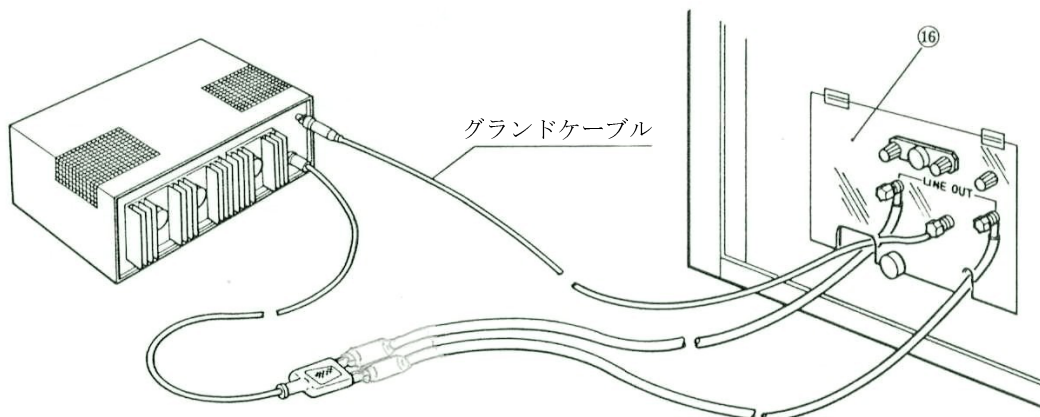
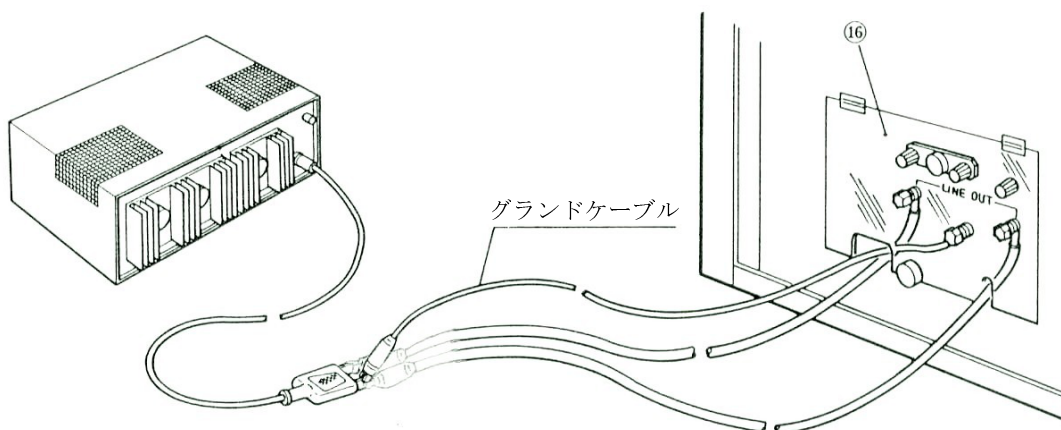

図 15
図 16
4. LINE 入力端子⑲に添付品の単相用ライン入力ケーブルのコネクター側を接続し、圧着端子側を AC ライン供給源へ繋がします。
5. コモン・モード試験を実施する場合は、重畳切替部⑯の LINE OUT 端子と供試体を添付品の AC アウトケーブルで図 15 のように接続します。G 端子は、添付品のグラウンドケーブルで供試体の G 端子、または FG に接続します。
- ノーマル・モード試験を実施する場合は、図 16 のように重畳切替部⑯の LINE OUT 端子と供試体を添付品の AC アウトケーブルで接続します。G 端子は、添付品のグラウンドケーブルで供試体のサージ印加相とは逆の相（例：R 相にサージを印加する場合は S 相）に接続します。
4. LINE 入力端子⑲に添付品の単相用ライン入力ケーブルのコネクター側を接続し、圧着端子側を AC ライン供給源へ繋がます。
5. コモン・モード試験を実施する場合は図 15、ノーマル・モード試験を実施する場合は図 16 のように、重畳切替部の各端子と供試体を添付品の AC アウトケーブルとグランドケーブルで接続します。
6. LINE ON ブレーカー⑰をオンにします。(LINE ON ランプ⑱点灯)